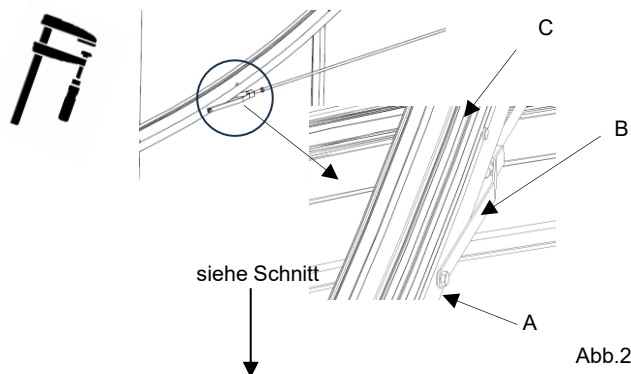

Abb.26
- Die U-Scheiben (A) zwischen den Spanngabeln (B) und Statikrandbügel-RKT (C) positionieren!
- Spanngabeln (B) mit einer Schraubzwinde zusammendrücken.
- M8x40 Sechskantschraube durch die Bohrungen führen und mit einer M8 Sechskantmutter sichern! (Abb.26/27)